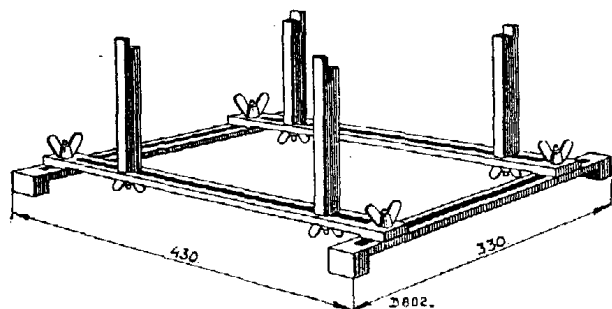

Fig. 8
2. Le récepteur ne doit jamais reposer sur les cylindres des bobines; une bosse dans les cylindres changerait la selfinduction des bobines et nuirait donc à la sensibilité et sélectivité. Employer donc, pendant la réparation, un petit banc de montage (fig. 8) ou faire reposer l'appareil sur le côté court à droite.